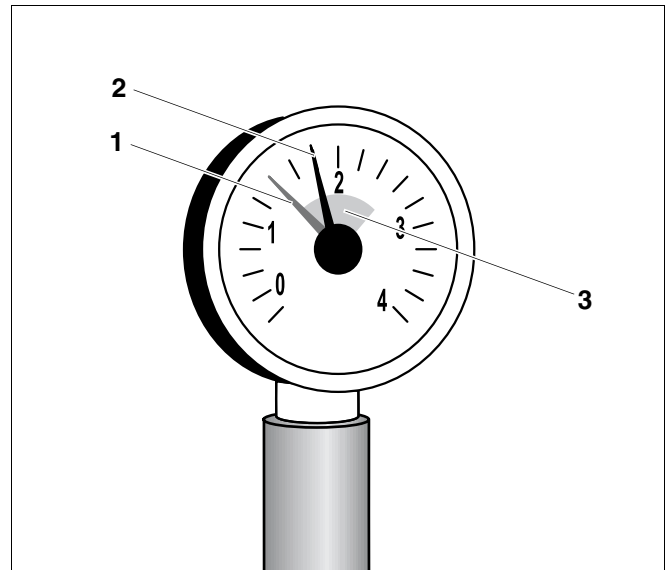

Fig. 6 Manometer til lukkede anlæg
Ved lukkede anlæg skal manometerviseren (fig. 6, **pos. 2**) stå inden for den grønne markering (fig. 6, **pos. 3**).
Den røde viser (fig. 6, **pos. 1**) på manometeret skal indstilles til det tryk, der kræves til anlægget. Vvs-installatøren hjælper dig med at indstille det nødvendige tryk.
- Kontrollér, om manometerviseren (fig. 6, **pos. 2**) står inden for den grønne markering (fig. 6, **pos. 3**).
Hvis manometerviseren (fig. 6, **pos. 2**) underskrider den grønne markering (fig. 6, **pos. 3**), er anlæggets vandtryk for lavt. Du skal supplere det mistede opvarmningsvand med efterfyldningsvand.
- Påfyld efterfyldningsvand via KPT-hanen (kedelpåfyldnings- og tømningshane), indtil manometerviseren (fig. 6, **pos. 2**) står inde i den grønne markering.